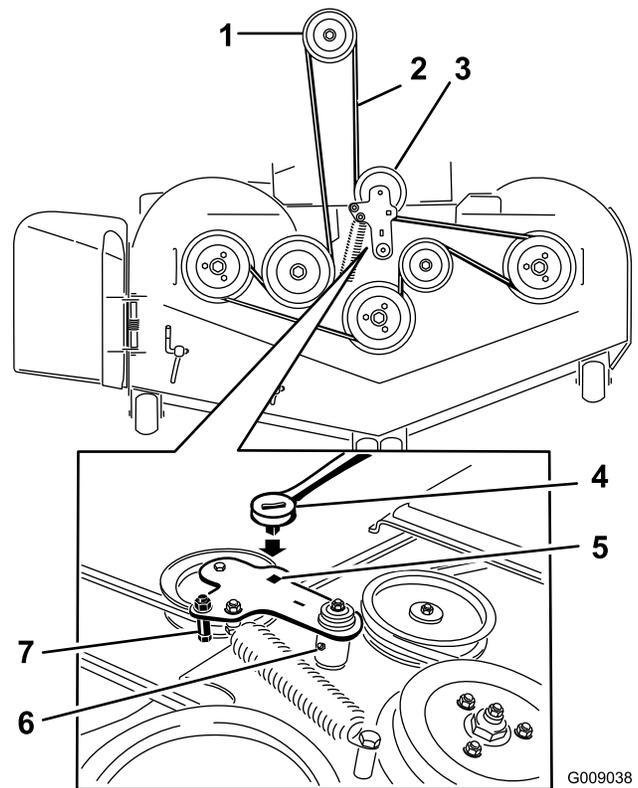

Figura 88
5. Utilice una llave de carraca en el taladro cuadrado del brazo tensor para aliviar la tensión del muelle tensor (Figura 88).
7. Instale la guía de la correa en el brazo tensor tensado con muelle (Figura 88).
9. Pase la correa nueva alrededor de las poleas del cortacésped y de la polea del embrague, debajo del motor (Figura 88).
10. Instale la guía de la correa en el brazo tensor (Figura 88).
11. Utilizando la llave de carraca en el taladro cuadrado, instale el muelle tensor (Figura 88).